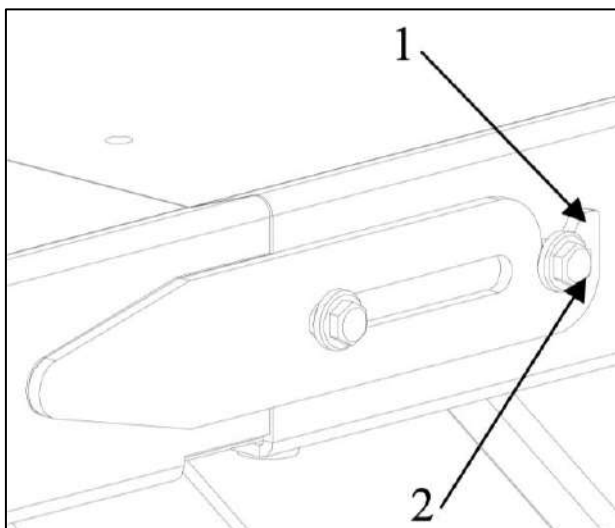

Fig. 7 - Fastsättning av platta på plattformen
8. Montera den yttre plattan på plattformen med hjälp av de fyra medföljande bultarna. Se fig. 7 för hur beslaget ska sättas fast. Det är möjligt att fälla ner denna del när lyften är höjd. Det görs genom att lossa bulten (nr. 2) och skjuta beslaget framåt. Detta kan både göras med och utan framhjulshållaren. Denna pneumatiska framhjulshållare kan köpas på vår hemsida nimalift.se.